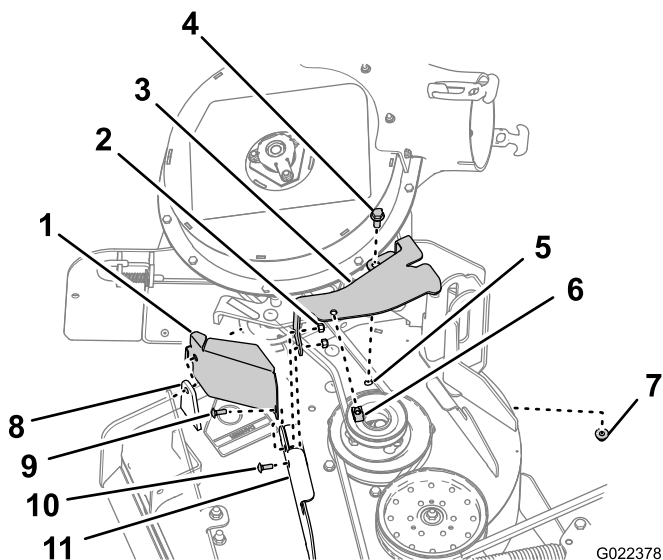

図 7
1. プーリガードについている穴を、前側デフレクタについている穴および前側デッキフランジの外側の穴に合わせる 図 7。
2. ベルトカバーブラケットを、前デッキフランジの裏側の穴に合わせる 図 7。
3. プーリガードとベルトカバーブラケットを、前側デッキフランジの外側穴に取り付ける 1 のステップ ベルトカバーブラケットを取り外す \(ページ 4\) で取り外したキャリッジボルト 1/4 x 1 インチ CE キットとロックナット 1/4 インチプロアキットを使用する。 図 7 を参照。
4. ベルトカバーブラケットを、前側デッキフランジの内側穴に取り付ける ベルトカバーブラケットを取り外す \(ページ 4\) のステップ 1 で取り外したキャリッジボルト 1/4 x 3/4 インチプロアキットとロックナット 1/4 インチプロアキットを使用する。 図 7 を参照。
5. ベルトカバーブラケットの後フランジについている穴を、デッキの穴 1 のステップ カバー取り付けブラケットを外す \(ページ 3\) でベルトカバーブラケットを取り外したときの穴に合わせる 図 7 を参照。
6. ベルトカバーブラケットの後フランジを、デッキに固定する 1 のステップ カバー取り付けブラケットを外す \(ページ 3\) で取り外した六角ヘッドボルト 3/8 x 1 インチとフランジナット 3/8 インチを使用する 図 7 を参照。
7. クリップナットを、ベルトカバーブラケットの上部にある穴に合わせ、ブラケットに押し込む 図 7。